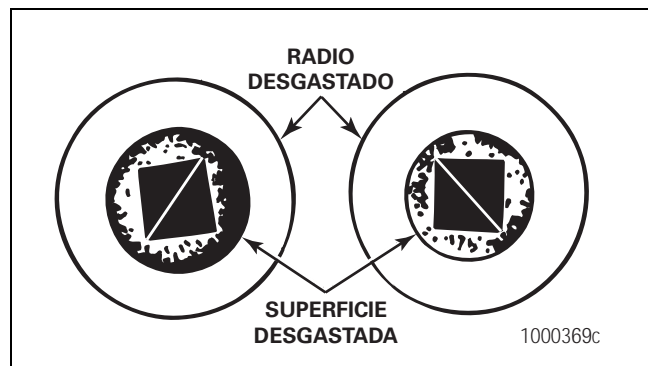

Figura 5.1
- El centro del extremo de mayor diámetro de los rodillos está desgastado, a nivel o por debajo de la superficie exterior. Figura 5.1.
- El radio al extremo de mayor diámetro de los rodillos está desgastado con un borde cortante. Figura 5.1.